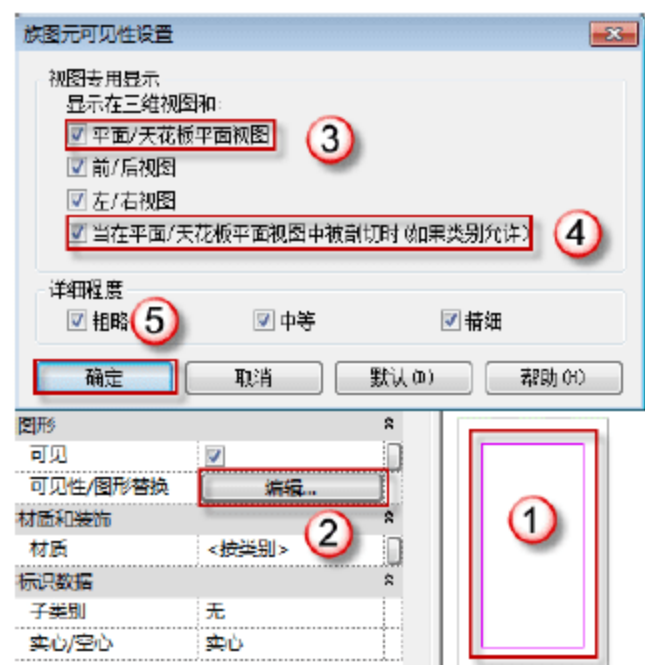
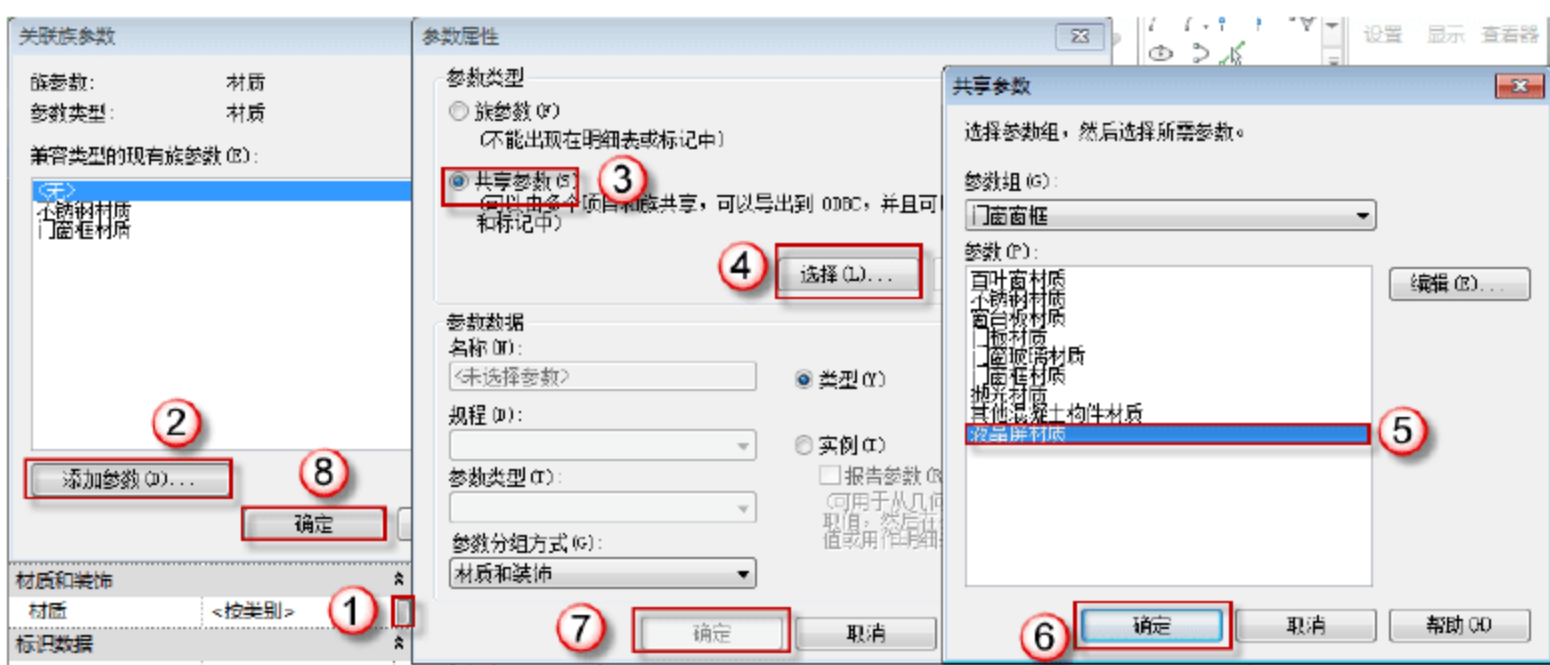

图 8.4.14 编辑可见性
图 8.4.15 设置材质
(11) 创建电梯层站召唤器显示屏。切换至“外部”立面视图，选择“创建”→“拉伸”→“矩形”命令，绘制出如图 8.4.14 所示矩形。单击“编辑”按钮，在弹出的“族图元可见性设置”对话框中取消“平面/天花板平面视图”和“当在平面/天花板平面视图中被剖切时（如果类别允许）”复选框的选择，单击“确定”按钮，完成可见性的编辑。修改“拉伸终点”数值为“-25”。单击“属性”面板中“材质”栏中的“关联族参数”按钮，在弹出的“关联族参数”对话框中单击“添加参数”按钮，在弹出的“参数属性”对话框中选择“共享参数”单选按钮，再单击“选择”按钮，在弹出的“共享参数”对话框的“参数”列表框中选择“液晶屏材质”选项。最后单击“确定”按钮，完成材质设置，如图 8.4.15 所示。最后单击“完成编辑模式”按钮完成电梯层站召唤器显示屏的创建。